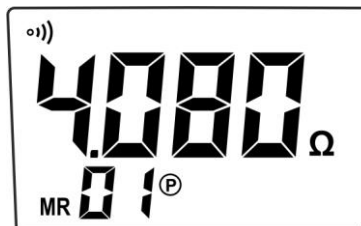

Fig. 29: Apresentação dos dados no display
2. Premir durante (>2s) o botão **MEM** para aceder à área de memória. O instrumento apresenta o último dado guardado na memória e o símbolo “MR” (ver Fig.29)